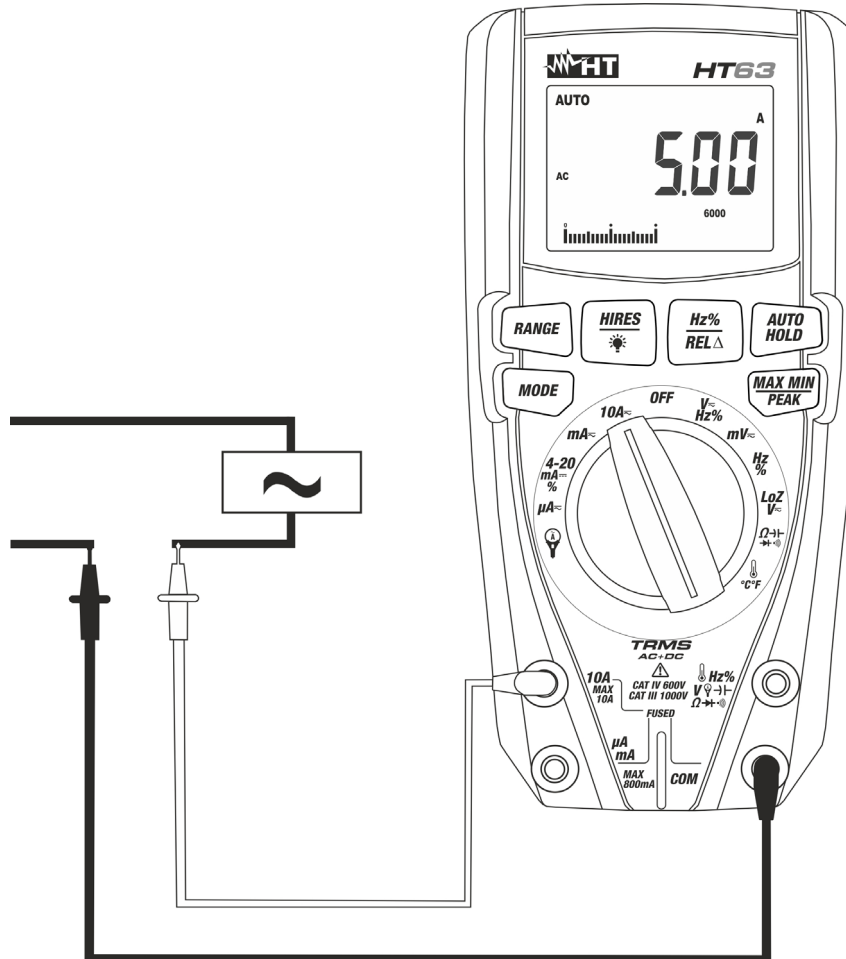

Abb. 11: Verwendung des Gerätes für Wechselstrommessung
5. Schalten Sie die rote und die schwarze Messleitung in Reihe mit dem Kreis, dessen Strom Sie messen möchten (siehe Abb. 11).